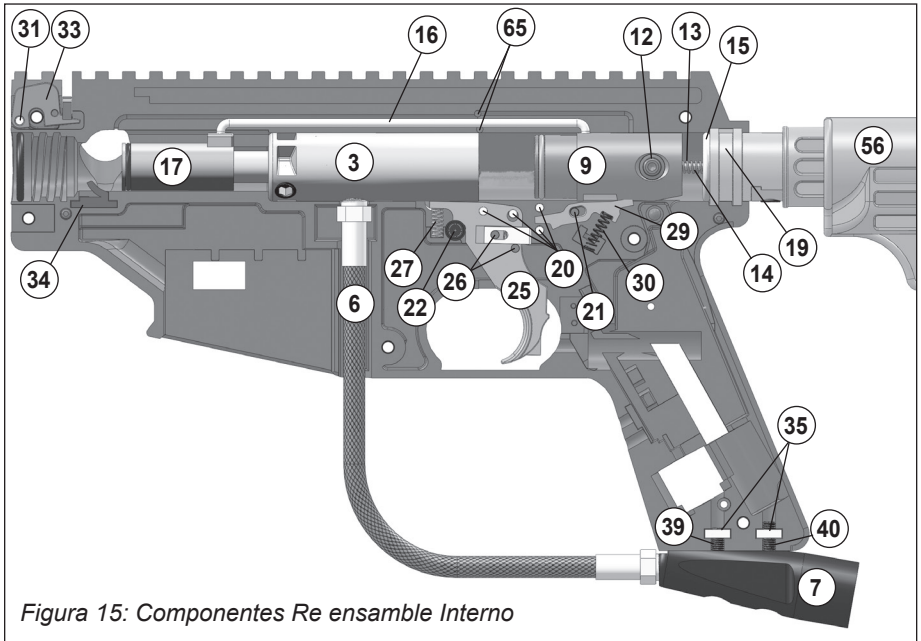

Figura 15: Componentes Re ensamble Interno
9. Para remover el lado izquierdo del **Recibidor** (36), desatornille los seis **Tornillos** (37 y 38). Luego cuidadosamente levante el lado izquierdo del recibidor para tener acceso a las partes internas.
10. Con el lado izquierdo descubierto (como se observa en la Figura 15), hale hacia afuera el **Tapón Posterior** (19), para remover el empaque Bumper (15), el **Pasador de Resorte Guía** (14) y el **Resorte Guía** (13). Estas partes deben ser removidas antes para poder remover **El Tornillo Posterior del Mango** (12).
11. Desconecte el **Brazo Conector** (16) desde la parte **Posterior** (9) y **El Tornillo Frontal** (17).
12. Deslice para afuera del **Tubo de Potencia** (3) el Tornillo Frontal y revise el **Empaque** (18). Limpie y engrase el empaque O y en caso de estar en mala condición, reemplacelo con uno nuevo. Haga lo mismo con el **Empaque O posterior** (10).
1. Refiérase a la figura 15 y verifique que las siguientes partes estén en su lugar: Ensamble del Gatillo y Pasadores (20,25,26 y 27), Seguro (22), pasador de Cierre (21), Cierre (29), Resorte del Cierre (30).Angulo del Cerrojo (33), Pasador (31),Resorte (32 no se muestra), Perno Frontal* (17), Acople de Enganche (34),Brazo Conector* (16),Pasadores del Brazo Conector (65,cantidad 2),Tornillo Trasero*(9), Resorte Guía*(13),Pasador Guía* (14),Empaque O Bumper (15)Tapón Posterior (19), y dos Turcas del Adaptador Suministro de Aire (35)